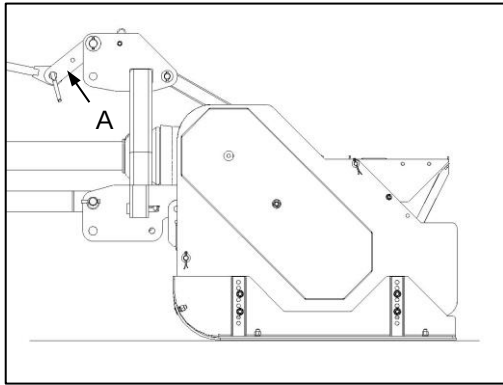
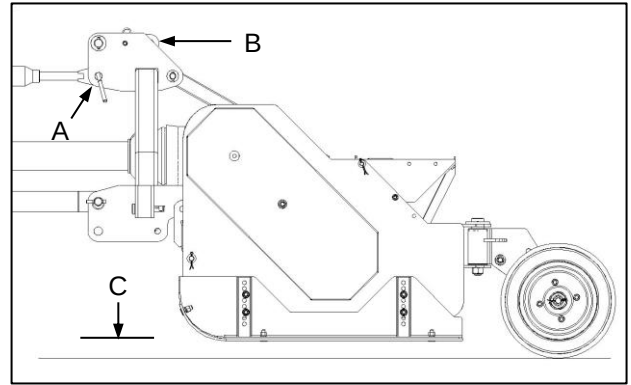
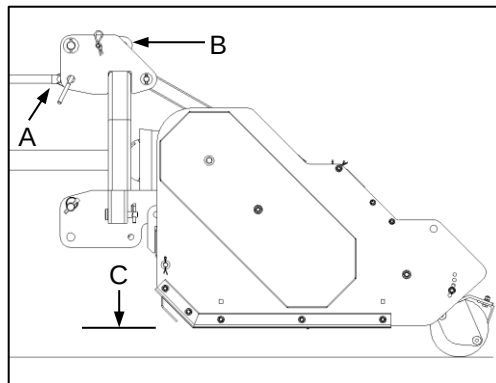

Fig. 1
Fig. 2
Fig. 3
- the height-adjustable side panels and skids (Fig. 1)
- the articulated, adjustable rear wheel sets (Fig. 2)
- the height-adjustable rear roller (Fig. 3)
- die hoogteverstelbare sypanele en glystukke (Fig. 1)
- die geartikuleerde, verstelbare agterwielstelle (Fig. 2)
- die hoogteverstelbare agterste roller (Fig. 3)
- Note that, regardless of the chosen attachment configuration (Fig. 1 / Fig. 2 / Fig. 3) above, this implement must NEVER be operated in reverse. This includes any attempt to reverse when the implement is in contact with the ground. Failure to observe this requirement will result in structural and mechanical failure not covered under warranty.
- Let daarop dat ongeag die gekose hegstukkonfigurasie (Fig. 1 / Fig. 2 / Fig. 3 bo), hierdie implement NOOIT in trurat bedryf moet word nie. Dit sluit enige poging in om agteruit te stoot terwyl die implement in kontak met die grond is. Versuim om hierdie vereiste na te kom sal tot strukturele en meganiese onklaarraking lei wat nie onder waarborg gedek word nie.
Use of the adjustable side panels with skids requires the use of the break link (Fig. 1-A) provided on the implement hitch frame for attachment of the tractor top link.
Use of the articulated rear wheel sets requires the tractor top link to be attached DIRECTLY to the implement hitch frame clevis (Fig. 2-A), while the break link may be stowed in the position shown (Fig. 2-B).
- ✓ Adjust the tractor 3-point hitch top link to level the implement in relation to ground level (Fig. 2-C).
Gebruik van die verstelbare sypanele met glystukke vereis die gebruik van die knakskakel (Fig. 1-A) op die implementhaakraam vir die aanheg van die trekker-boskakeel.
Gebruik van die geartikuleerde agterwielstelle vereis dat die trekker-boskakeel DIREK aan die implementhaakraamvurk (Fig. 2-A) gekoppel word, terwyl die breekkakeel in die aangetoonde posisie (Fig. 2-B) gestoor kan word.
- ✓ Verstel die trekker se 3-punt-haak-boskakeel só dat die implement parallel met die grond is (Fig. 2-C).
The use of the adjustable rear roller requires the tractor's top link to be attached DIRECTLY to the implement hitch frame clevis (Fig. 3-A), while the break link may be stored in the position shown (Fig. 3-B).
- ✔ Adjust the tractor 3-point hitch top link (Fig. 3-A) to level the implement in relation to ground level (Fig. 3-C).
Die gebruik van die verstelbare agterste roller vereis dat die trekker se boskabel DIREK aan die implement se haakraamvurk (Fig. 3-A) gekoppel word, terwyl die breekaskel in die aangeduide posisie gestoor kan word (Fig. 3-B).
- ✔ Verstel die 3-punt-haak se boonste koppelstuk (Fig. 3-A) om die implement gelyk met die grondvlak te maak (Fig. 3-C).